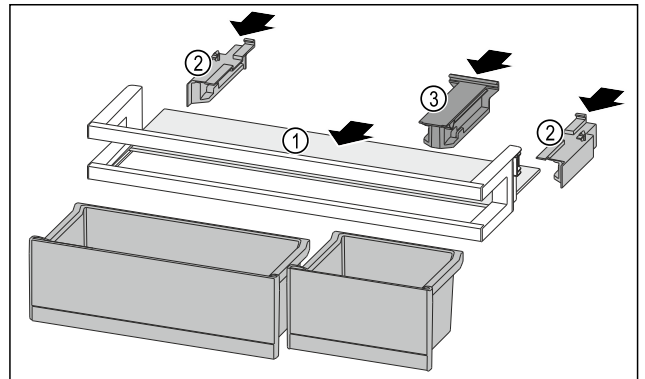

Fig. 95
- Abstellfläche Fig. 95 (1) in die seitlichen Aussparungen einschieben.
- Seitenteile Fig. 95 (2) einsetzen.
- Haltebauteil Fig. 95 (3) einsetzen.